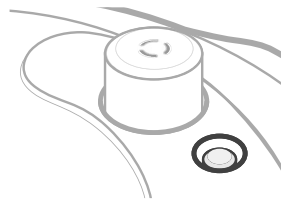

Figura 4.3
10. La válvula de flotador bajará para indicar que la presión se ha liberado por completo. **[Figura 4.3]**